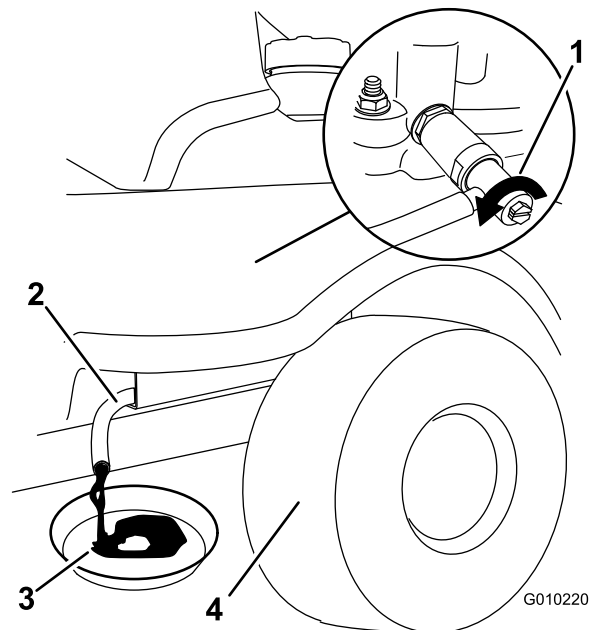

Figura 36
6. Collocate una bacinella sotto il tubo di spurgo. Aprite la valvola di spurgo dell'olio per lasciare defluire l'olio (Figura 36).
8. Togliete il tappo di spurgo (Figura 36).